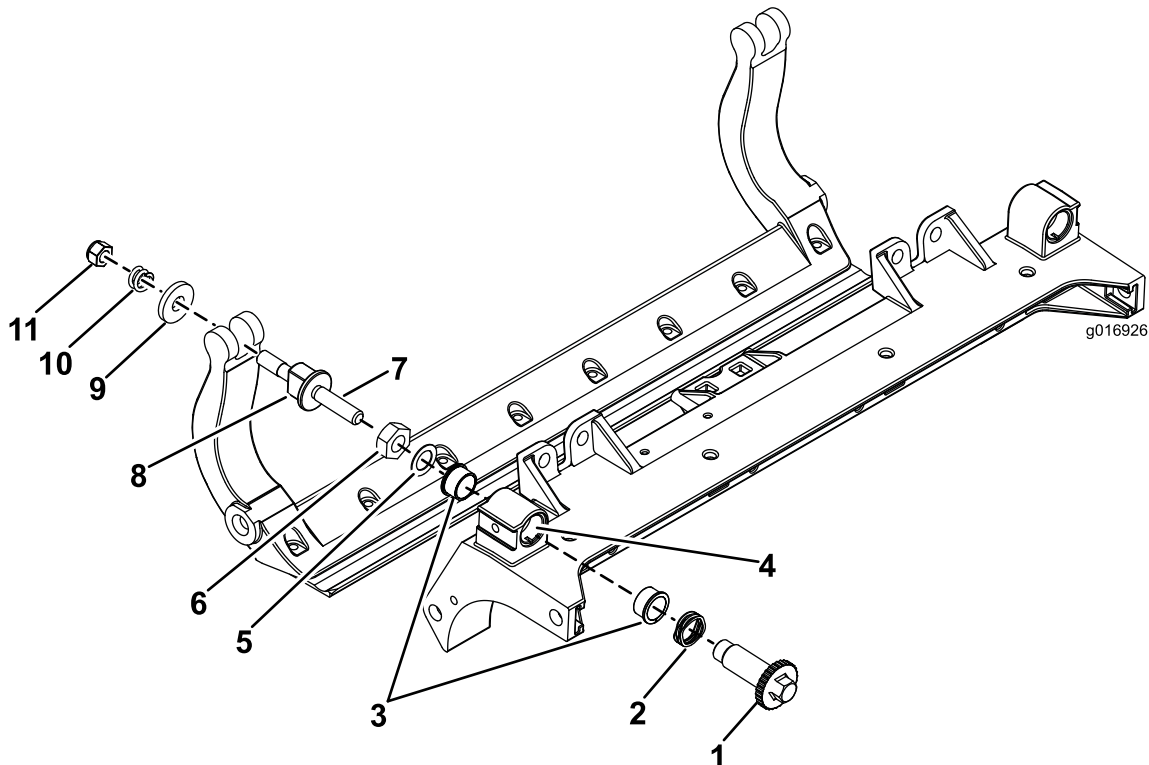

Figura 30
2. Aplique antigripante al interior del alojamiento de los casquillos del bastidor central de la unidad de corte (Figura 30).
3. Alinee los salientes de los casquillos con brida con las ranuras del bastidor, e instale los casquillos (Figura 30).
4. Instale una arandela ondulada sobre el eje del ajustador e introduzca el eje del ajustador en los casquillos con brida del bastidor de la unidad de corte (Figura 30).
5. Sujete el eje del ajustador con una arandela plana y una contratuerca (Figura 30). Apriete la contratuerca a 20-27 N-m.
1. Retire todas las piezas (consulte las *Instrucciones de instalación* del Kit HD DPA Modelo 120-7230 y Figura 30).
9. Sujete la barra de asiento a cada chapa lateral con los pernos de la barra (con tuercas en los pernos) y las 6 arandelas. Debe colocarse una arandela de nylon en cada lado del saliente de la chapa lateral. Coloque una arandela de acero por fuera de cada arandela de nylon (Figura 30). Apriete los pernos de la barra de asiento a 37-45Nm. Apriete las contratuercas hasta que la arandela de acero exterior deje de girar, y la holgura quede eliminada, pero no apriete demasiado ni desvíe las chapas laterales. Las arandelas del interior pueden tener cierta holgura (Figura 30).
10. Apriete la tuerca de cada ajustador hasta que los muelles de compresión estén comprimidos del todo, luego afloje la tuerca 1/2 vuelta (Figura 30).